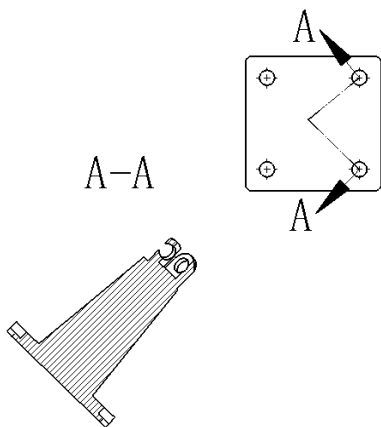

图 12-25 创建旋转剖视图
3) 创建旋转剖视图 选择菜单栏中的“插入”→“工程图视图”→“旋转剖视图”命令,或者单击“视图布局”控制面板中的中的 (旋转剖视图)按钮,会出现“剖面视图辅助”属性管理器,如图 12-23 所示。在属性管理器中设置各参数,在 (标号)图标右侧文本框中输入剖视图名称“A”,取消“文档字体”复选框的选择,单击按钮,弹出“选择字体”对话框,设置“高度”值,如图 12-24 所示。单击属性管理器中的 (确定)按钮,这时会在视图中显示剖视图,如图 12-25 所示。